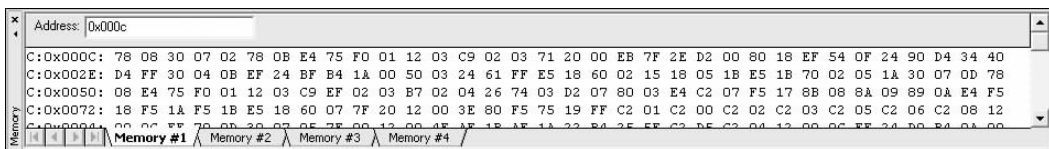

图 2-10 存储器窗口
(4)存储器窗口。View 菜单的 Memory Window 选项用于系统存储器空间的显示/隐藏切换,选择该选项,弹出如图 2-10 所示存储器窗口。在 Address 文本框中输入存储器地址,将立即显示对应存储器空间的内容。输入地址时要指定存储器类型(C、D、I、X 等)。窗口有 Memory # 1、Memory # 2、Memory # 3 和 Memory # 4 四个标签,每个标签可指定不同的地址空间。